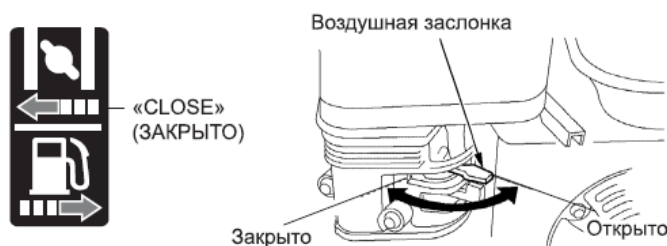

Рисунок 8 – Воздушная заслонка
6.3.2. При запуске холодного двигателя рычаг воздушной должен находиться в положении «закрыто» - крайнее левое положение (рисунок 8).